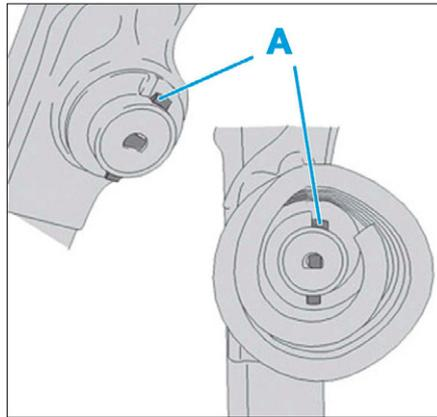

FIG. 55
- Positionner la butée (A) de la coupelle supérieure du ressort de suspension vers l'avant du véhicule (Fig.55).